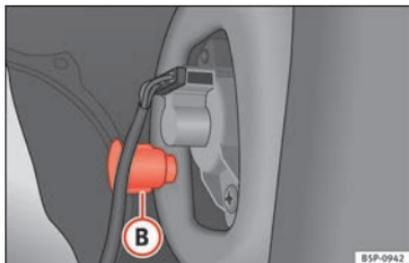

Fig. 185 Luce di posizione/arresto.
- Svitare la parte in plastica » fig. 185 **B** che fissa l'indicatore. Per iniziare a girare, eventualmente aiutarsi inserendo il cacciavite nella parte.